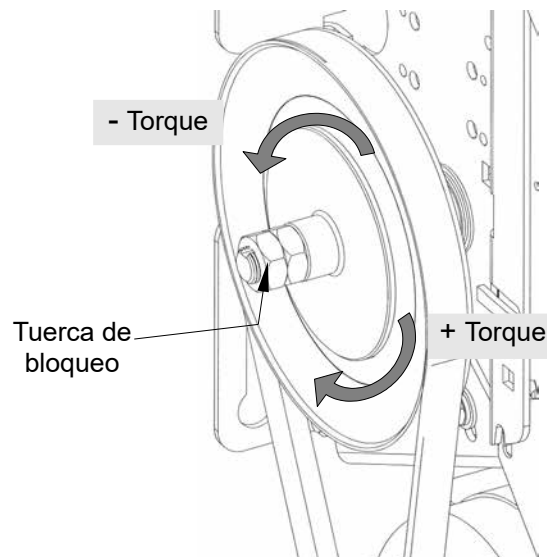

Figura 38 - Ajuste del embrague
1. Abrir las tuercas con (2) llaves 15/16" (ver la Figura 38).